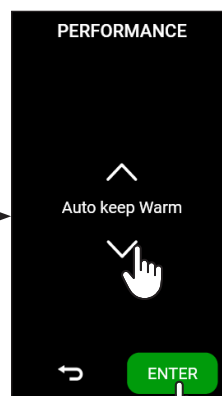

fig.11
- Sélectionnez le mode de performance souhaité (pour les détails de chaque mode, voir par. 4.9.1.c) (fig. 11) ;